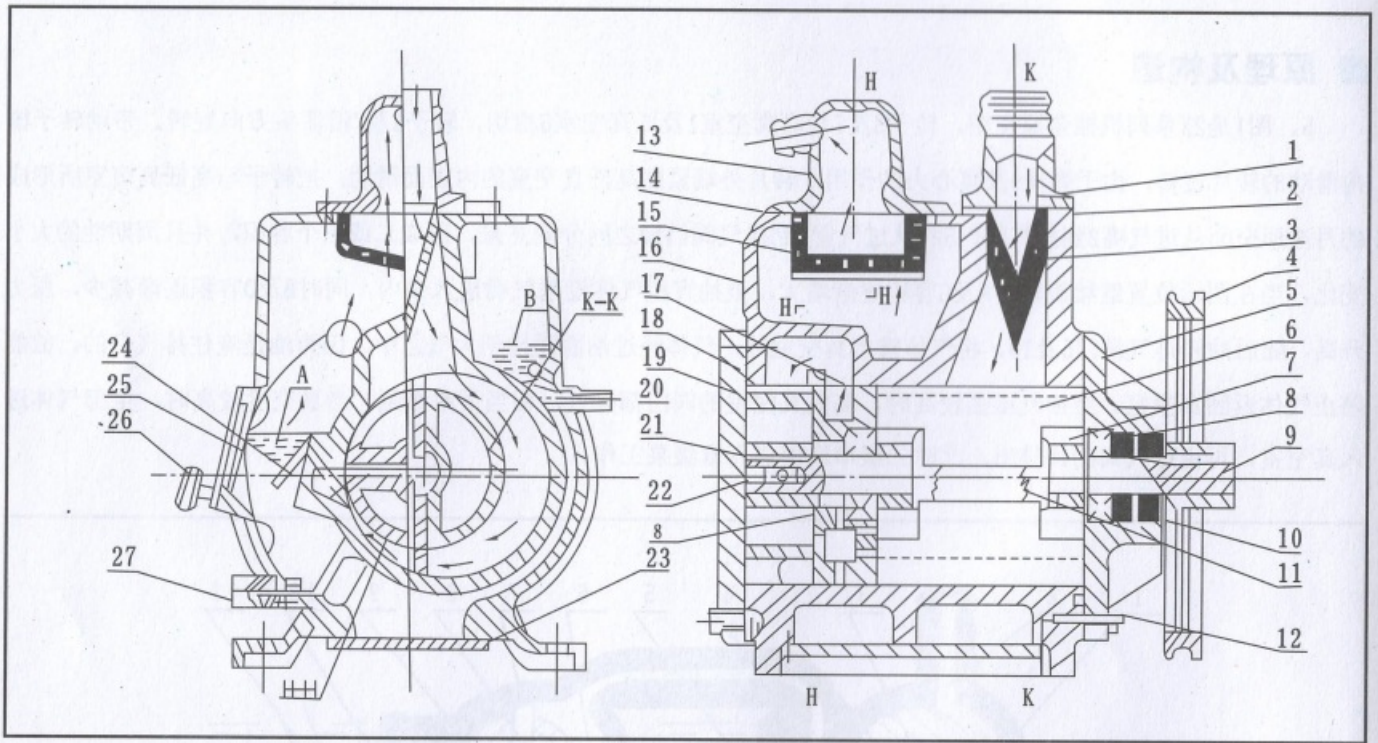
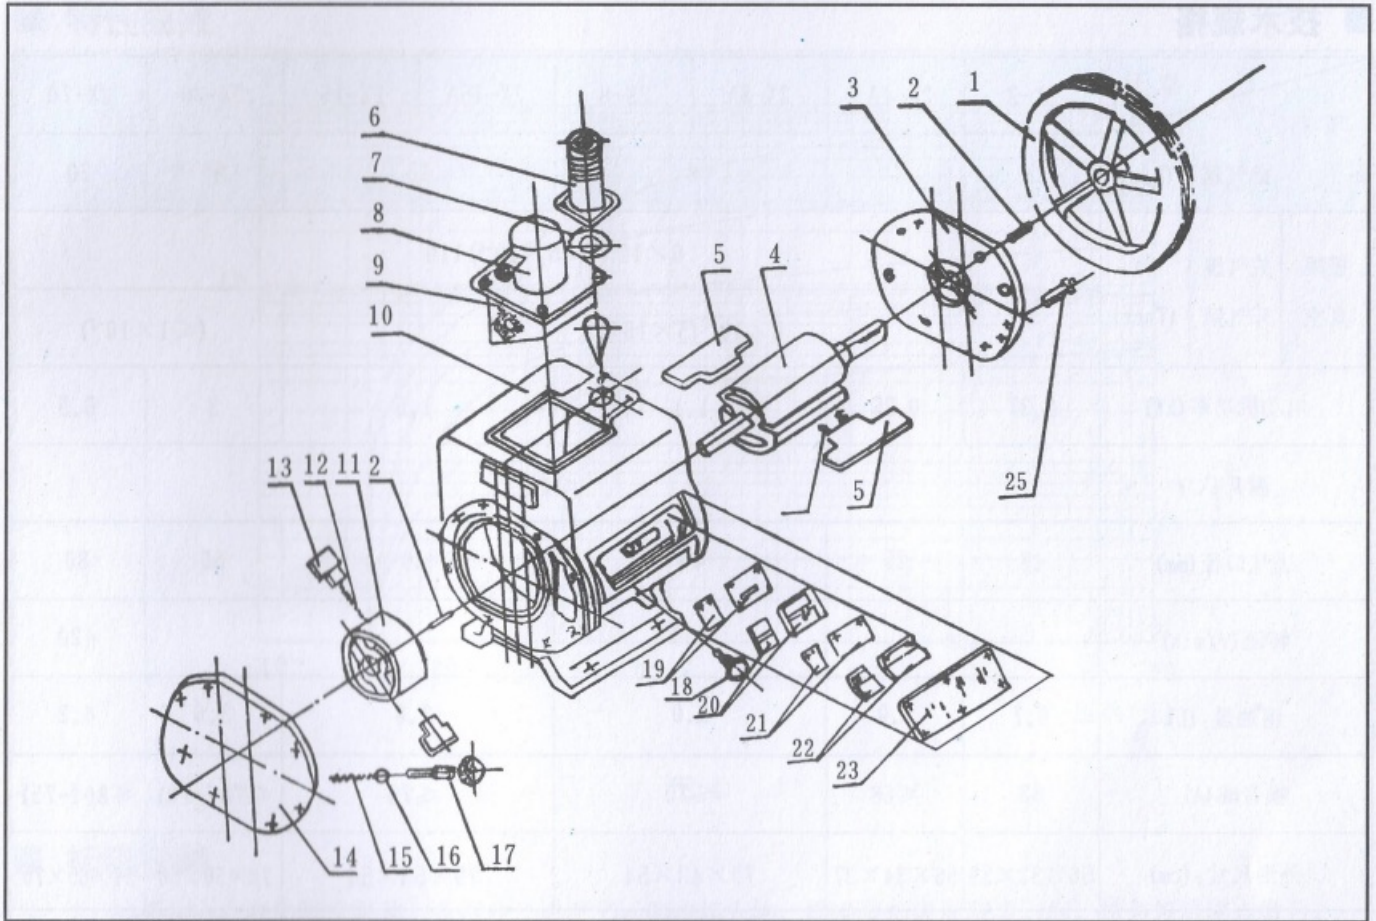

图2 附表
图3 附表
泵由泵体、高转子、低转子、前端板、后端板、高转片、低转片、排气阀、排气罩、视镜等零部件组成。见图2、图3。
7、抽气过程：见图2，气体由进气嘴进入高真空室，起初是高压强，高低真空室都充满大气，两个排气门都打开排气。随着抽气的进行，气压下降（即真空度提高），高真空室压力不足以推开排气门，气体经中隔板而进入低真空室，此时压力亦不足推开排气门，但低真空室进入有一定量油，帮助推开排气门，气体亦随之排出。排出的气体夹杂着的油粒，经挡油网过滤而使油分离，只有气体排出泵外，气体路径见图2。
5) 泵漏大气多是由于泵的端面油封不良所致, 这时应打开排气盖, 检查B处油池是否缺油, 如无油应从加油孔处加油, 使油池B处积满油(油池B见图2)。